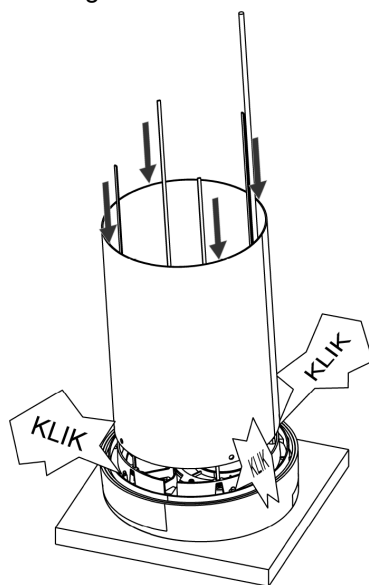

Abbildung 11 - Vorbereitung der Außenkappe mit Ø250-mm-Rohr
3. Das Ø250-mm-Rohr (4) – mit den Löchern im Rohr nach unten – nach unten in das Innere der Haube führen, wobei sich Kabelbinder und Kabel im Inneren des Rohrs befinden müssen. Das Rohr so drehen, dass die Löcher auf die Schnappverschlüsse der Kappe treffen, und das Rohr einrasten lassen. Siehe nachstehende Abbildung 11.